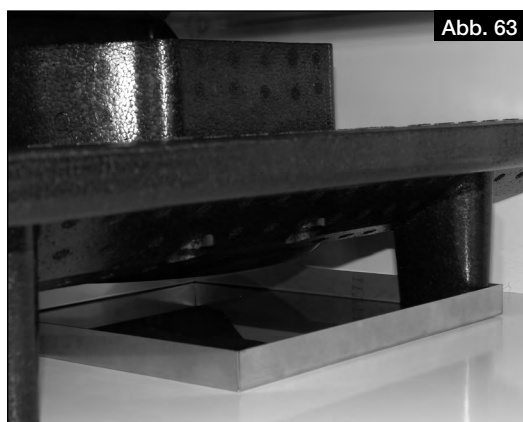
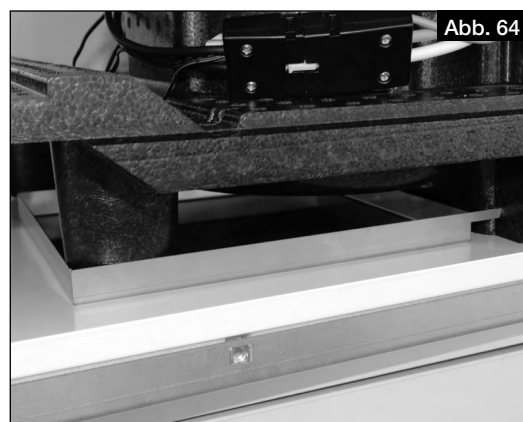

Abb. 63
Abb. 64
**Die Blechwannen verhindern in diesem Bereich die Ansammlung von Kondensat und sind zwingend auf ihre korrekte Lage zu kontrollieren (vgl. Abb. 63 und Abb. 64).**